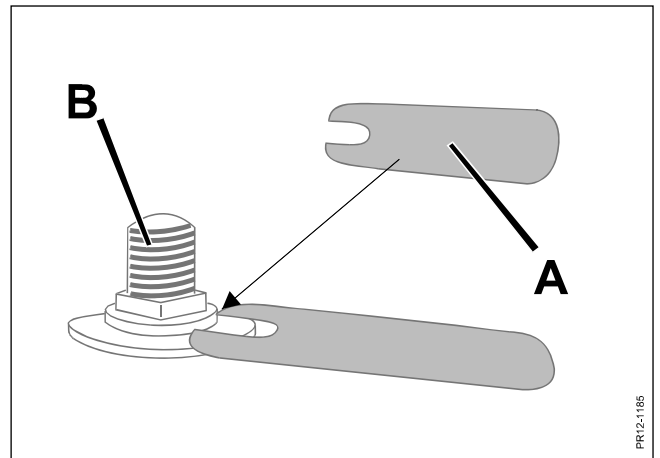

Fig. 5-11
- Fig. 5-11** Bei Messerwechsel alle Messerbolzen **B** an den Scheiben mehrmals mit der Kontrolllehre **A** kontrollieren (in dem Ersatzteilkpaket enthalten).